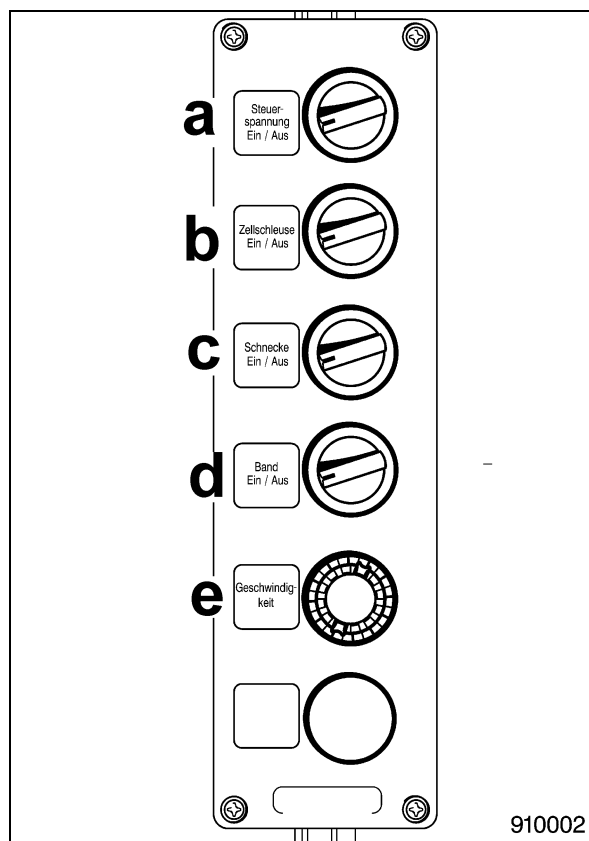

Bild 21
- Steuerung a (Bild 21) einschalten.